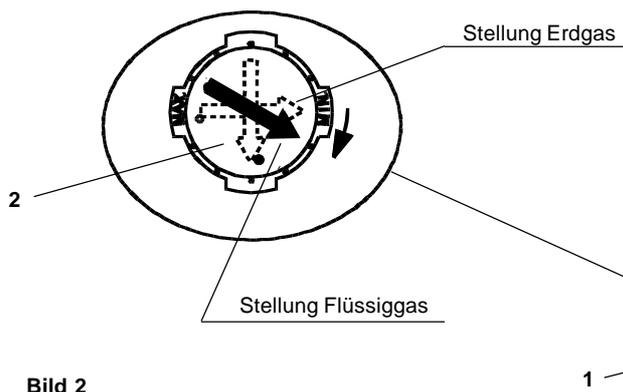

Bild 2
- **Achtung:** bei Umstellung von Erdgas auf Flüssiggas oder umgekehrt Zündungsregulation entsprechend **Bild 2** einstellen; dazu schwarze Plastikkappe (1) mit Hilfe eines Schraubendrehers abheben und Zündungsregulierschraube (2) jeweils um 90° in die dargestellte Position verdrehen